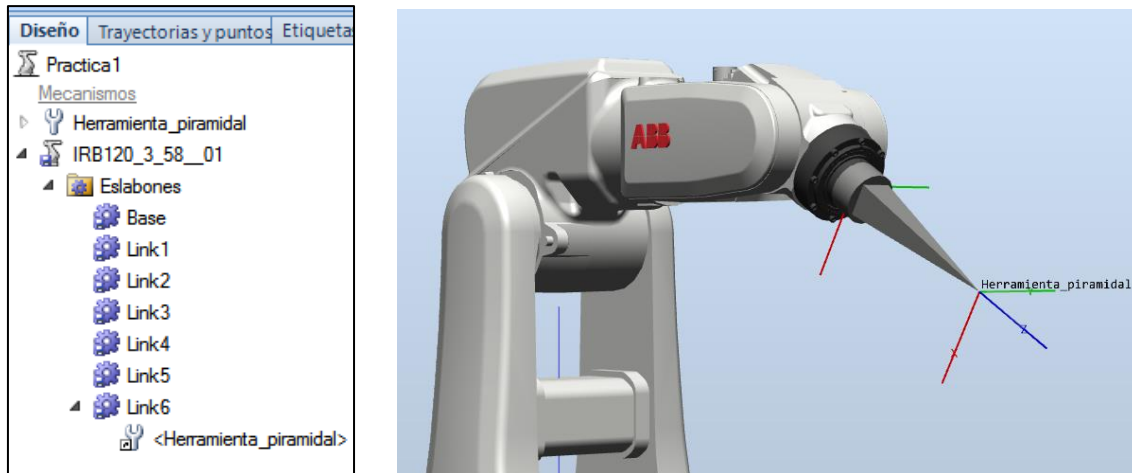

Figura 4. Herramienta piramidal una vez situada sobre la brida del robot
6. Actualiza la posición de la herramienta y **sítuala sobre la brida (Link 6) del robot**. La manera más sencilla de hacerlo es arrastrando el mecanismo “Herramienta” con el ratón y soltándolo sobre el mecanismo del robot en la pestaña “Diseño” de la derecha (Figura 4).